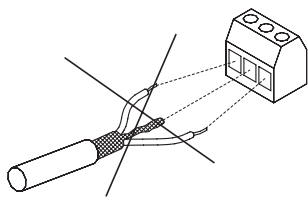

Рис. 22 Не подключайте экран скрученными концами
- Избегайте подключения экрана с помощью скрученных концов. См. рис. 22. Вместо этого используйте кабельный хомут или ЭМС резьбовой кабельный зажим.